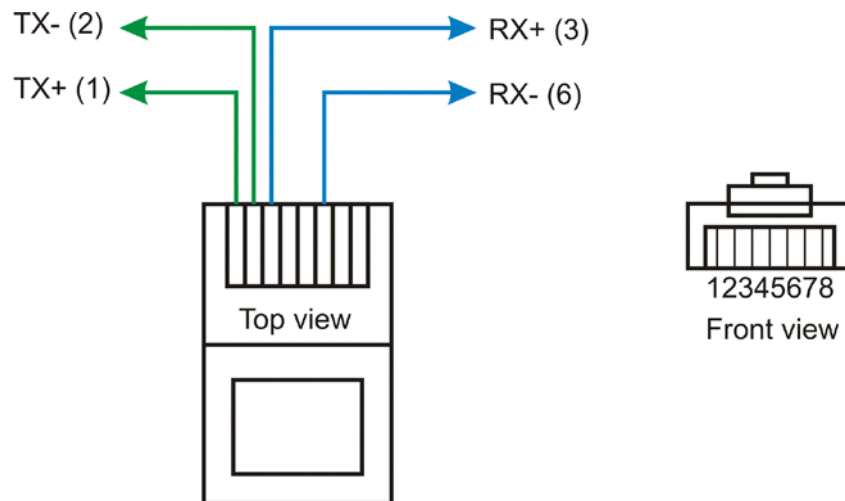

Bild 5: LAN-Schnittstelle MDIX-Pinbelegung
- 4 × RJ45 Ethernet 10/100 Base-T, MDI/MDIX-Autosensing (Pin-Belegung gem. Bild 5)